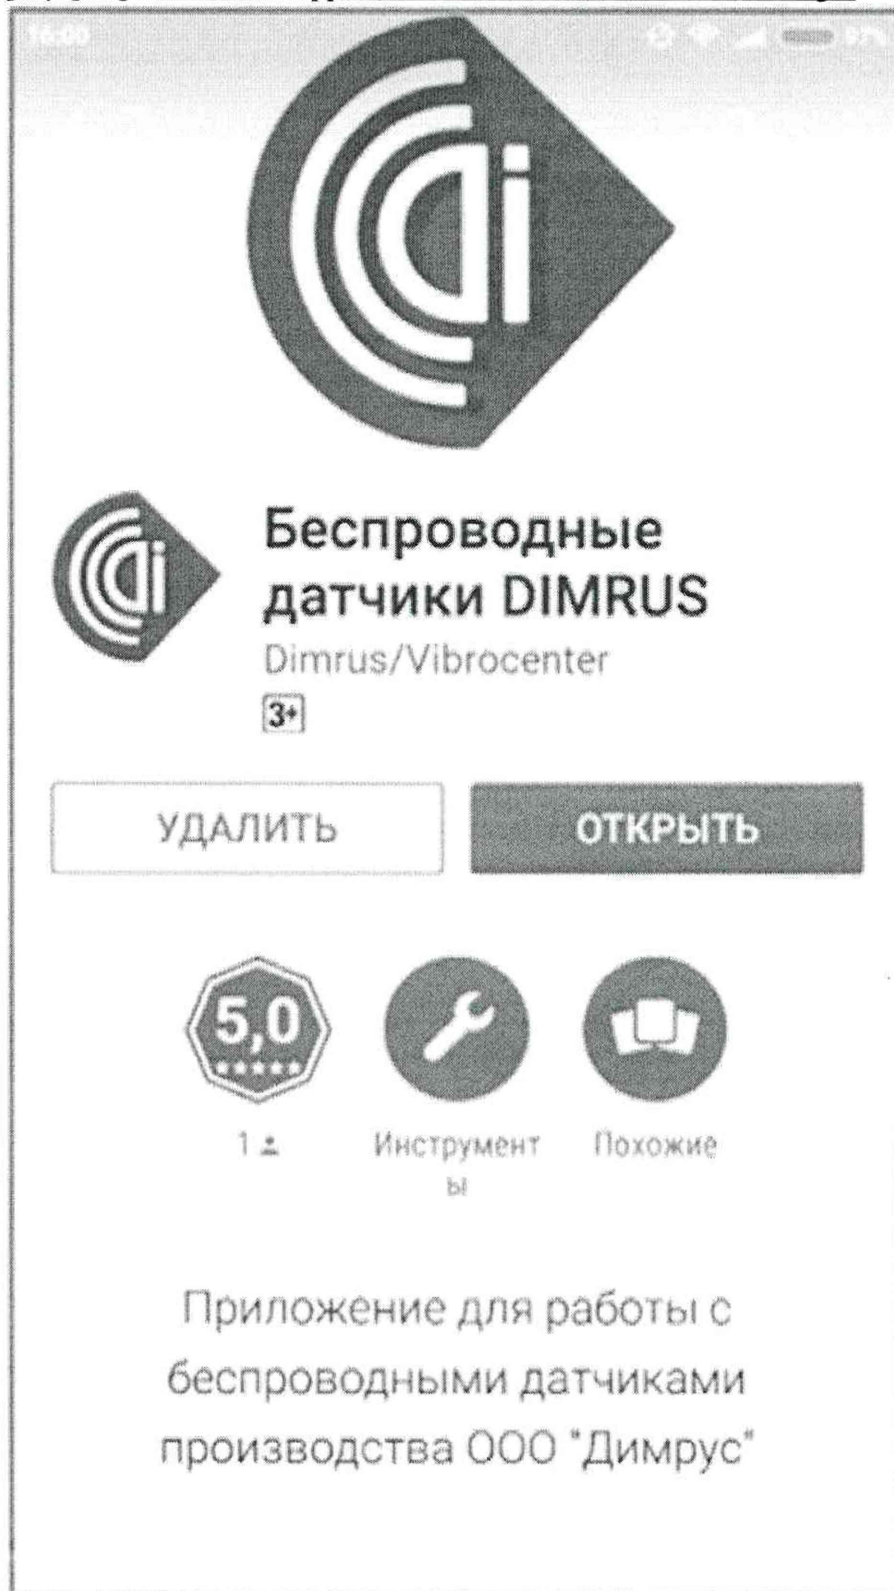

Рисунок 1 – ПО «Беспроводные датчики DIMRUS».
6.3 Для проведения поверки необходим мобильный телефон или планшет с операционной системой Android с версией не ниже 6.0 и каналом беспроводной связи Bluetooth с версией не ниже 4.0. На мобильный телефон или планшет с операционной системой Android установите программное обеспечение (далее по тексту – ПО) «Беспроводные датчики DIMRUS» (рисунок 1) из Google Play Market: